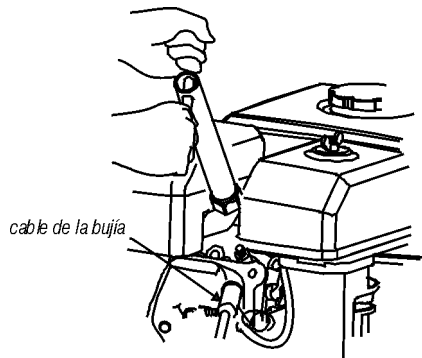

Fig. 34 – Retirando la bujía
- Con auxilio de una llave de bujía (no acompaña), retire la bujía (fig. 34);